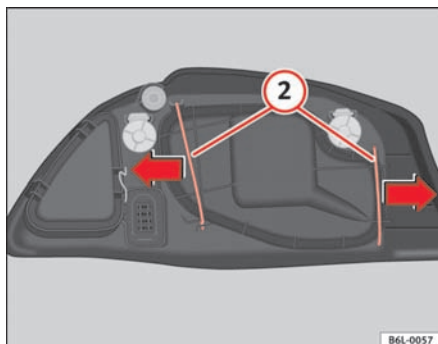

Fig. 142 Nærlyspære
- Fjern bøjlerne ② ⇒ fig. 142 i pilens retning, og tag afdækningen af.
- Sæt kunststofafdækningen og bøjlerne på ② ⇒ fig. 142.